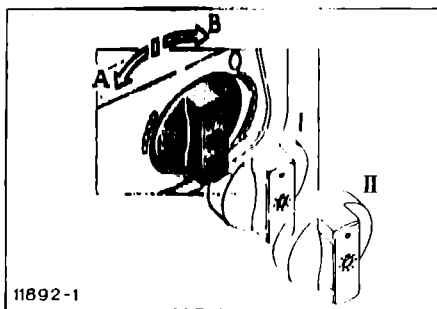

Рис. 5.9. Положения ручки центрального переключателя света
Противотуманные фары включаются, если центральный переключатель света находится в положении I или II (см. рис. 5.9). При включении противотуманных фар клавиша выключателя освещается.
- световая сигнализация дальним светом фар, если ручка центрального переключателя света (см. рис. 5.9) находится в положении 0 или I;